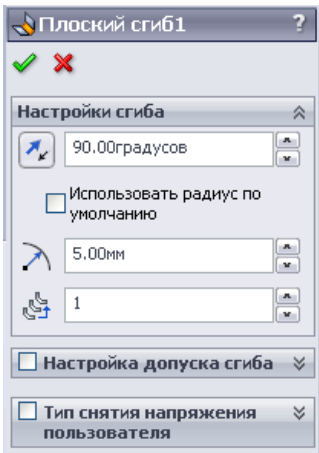

Рисунок 9.12 - Вікно параметрів згину
9. Коли деталь із листового металу вже набула зігнутого стану, можна редагувати радіуси й напрямки (кути) згину. Для цього необхідно вибрати відповідний плоский згин у дереві конструювання, клацнути правою кнопкою миші на назві цього згину й вибрати команду - «**Редактировать определение**». У вікні «Плоский сгиб» можна змінити радіус згину, його кут і напрямки за допомогою кнопки - «**Реверс**» (рис. 9.12).